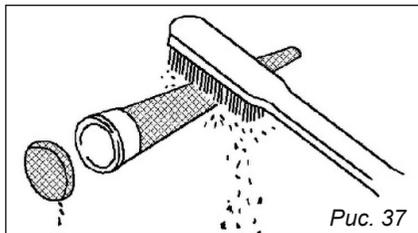

Рис. 37
3. Очистите нагар на экране глушителя и искрогасителе с помощью проволочной щетки, рис. 37.